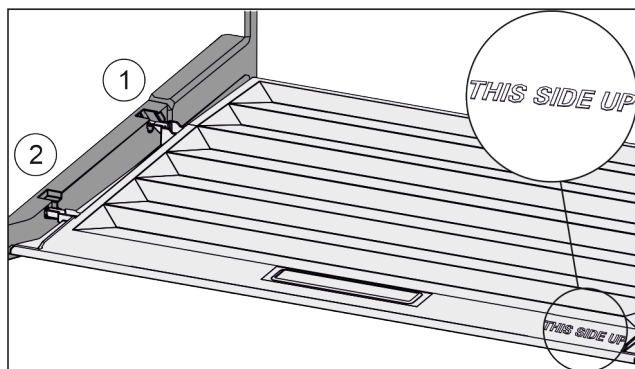

Fig. 35
- 从后部固定支架 Fig. 35 (1) 开口导入桥形接片并卡入固定支架 Fig. 35 (2) 的前端。